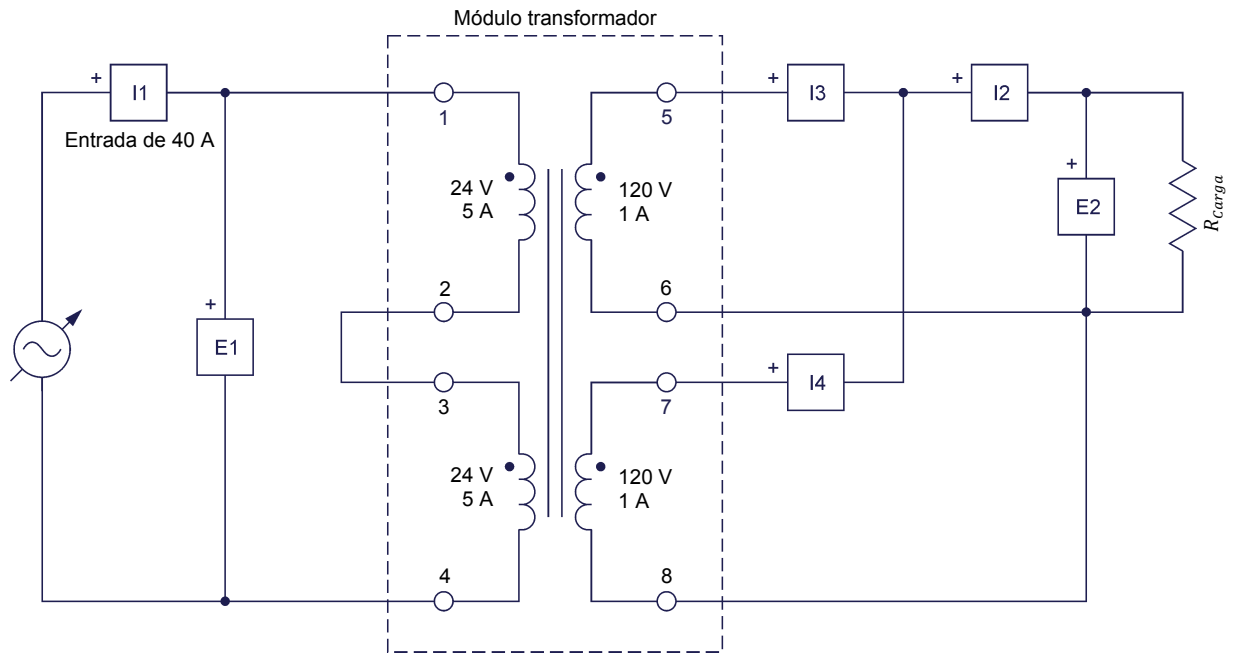

Figura 20. Transformador elevador con los arrollamientos conectados en paralelo.
31. Modifique las conexiones en el circuito para obtener el que se muestra en la figura 20. No cambie la resistencia de la carga resistiva. En este circuito, los dos arrollamientos secundarios (arrollamientos 5-6 y 7-8) están conectados en paralelo con la carga resistiva.